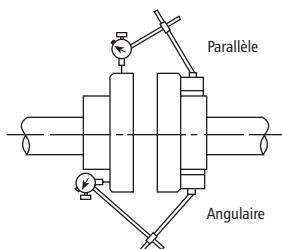

Figure 6
- Une fois l'installation de la plaque de base (pompe montée sur palier) terminée, on DOIT vérifier l'alignement des arbres de moteur et de pompe (v. fig. 6), puis reposer la pièce d'écartement de l'accouplement.